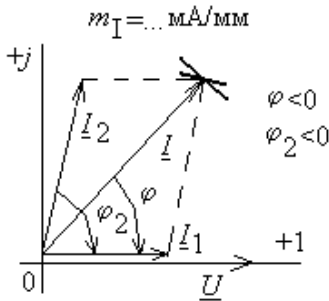

Рис. 3.3
3. Вычислить ток в сопротивлении  $R_1$ :  $I_1 = U/R_1$ . Записать его величину в табл. 3.2. Выбрать масштаб векторов токов  $m_1$  (мА/мм). Принять начальную фазу входного напряжения равной нулю:  $\underline{U} = U$ . Построить  $\underline{U}$  и  $\underline{I}_1$  на комплексной плоскости вдоль оси вещественных чисел. Они совпадают по фазе. Дополнить остальными двумя токами лучевую диаграмму. Векторы  $\underline{I}_1$  и  $\underline{I}_2$  образуют при сложении параллелограмм, диагональю которого является ток  $\underline{I}$  (все векторы токов строятся в одном масштабе  $m_1$ ). Вершину этого параллелограмма можно найти с помощью засечек циркулем. Угол  $\varphi_2$ , на который ток  $\underline{I}_2$  опережает входное напряжение, также внести в табл. 3.2. Пример векторной диаграммы показан на рис. 3.3.